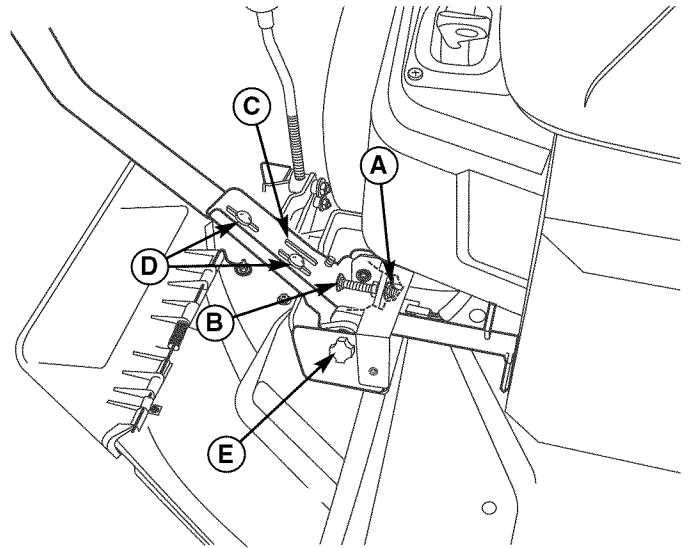

Figura 32. Ajuste de las Palancas de Control
Jale las palancas hacia adentro, encima del regazo del operador a la posición de DRIVE. Afloje los pernos de montaje (D, Figura 32) y suba o baje las palancas a la posición deseada. Apriete los pernos de montaje (D).
La brecha final de las palancas de control deben ajustarse de modo que las palancas no se toquen entre sí cuando se pongan en posición de DRIVE. Afloje la contratuerca (A, Figura 32) y ajuste la longitud del tornillo de cabeza redonda (B) de modo que las palancas no se toquen entre sí. Repita lo mismo en el lado opuesto. Apriete la contratuerca (A) para fijar el tornillo de cabeza redonda en su posición.
Para Ajustar el Espacio Libre para el Operador: El espacio entre el operador y las palancas de control puede incrementarse quitando el perno de montaje más bajo (D, Figura 32), girando la palanca hacia adelante y reinstalando el tornillo de cabeza hexagonal a través de las palancas de control y la ranura delantera (C). Repita lo mismo con la palanca de velocidad.
Si el tractor vira a la derecha o a la izquierda cuando las palancas del control de velocidad están en la posición de velocidad máxima hacia adelante, la velocidad máxima de cada una de las palancas puede balancearse girando las perillas de ajuste (E, Figura 32). Gire la perilla A LA IZQUIERDA para aumentar la velocidad o A LA DERECHA para disminuir la velocidad.